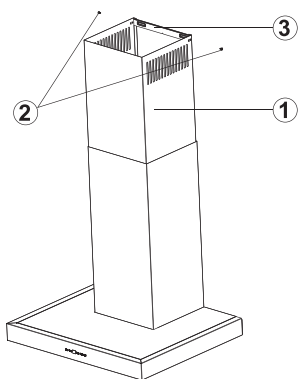

Fig. 13 Montimi i oxhakëve dekorativ
- Tërhiqni lart oxhakun e sipërm dekorativ (1), fiksoni atë nga ana e majtë dhe e djathtë për pllakën e përforcimit duke përdorur vidhat. (Fig. 13). Në atë mënyrë tashmë kemi montuar oxhakun e sipërm dekorativ në pllakën për përforcim (3), duke përdorur vidhat (2).